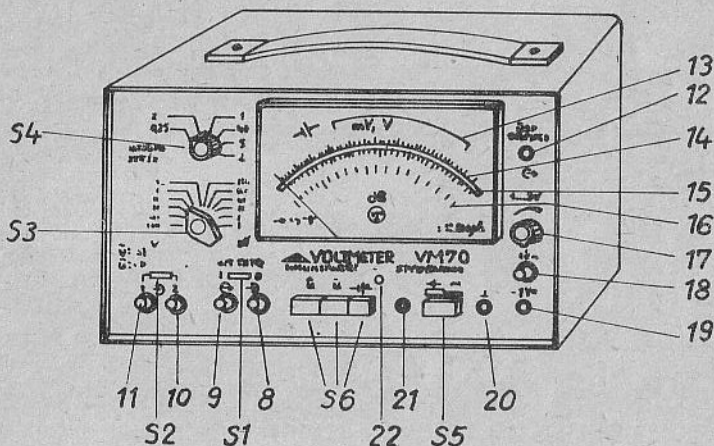

Bild 6: Vorderseite VM 70
- Signalquelle an Eingang 1 oder 2 (Bild 6 Nr. 11 oder 10)